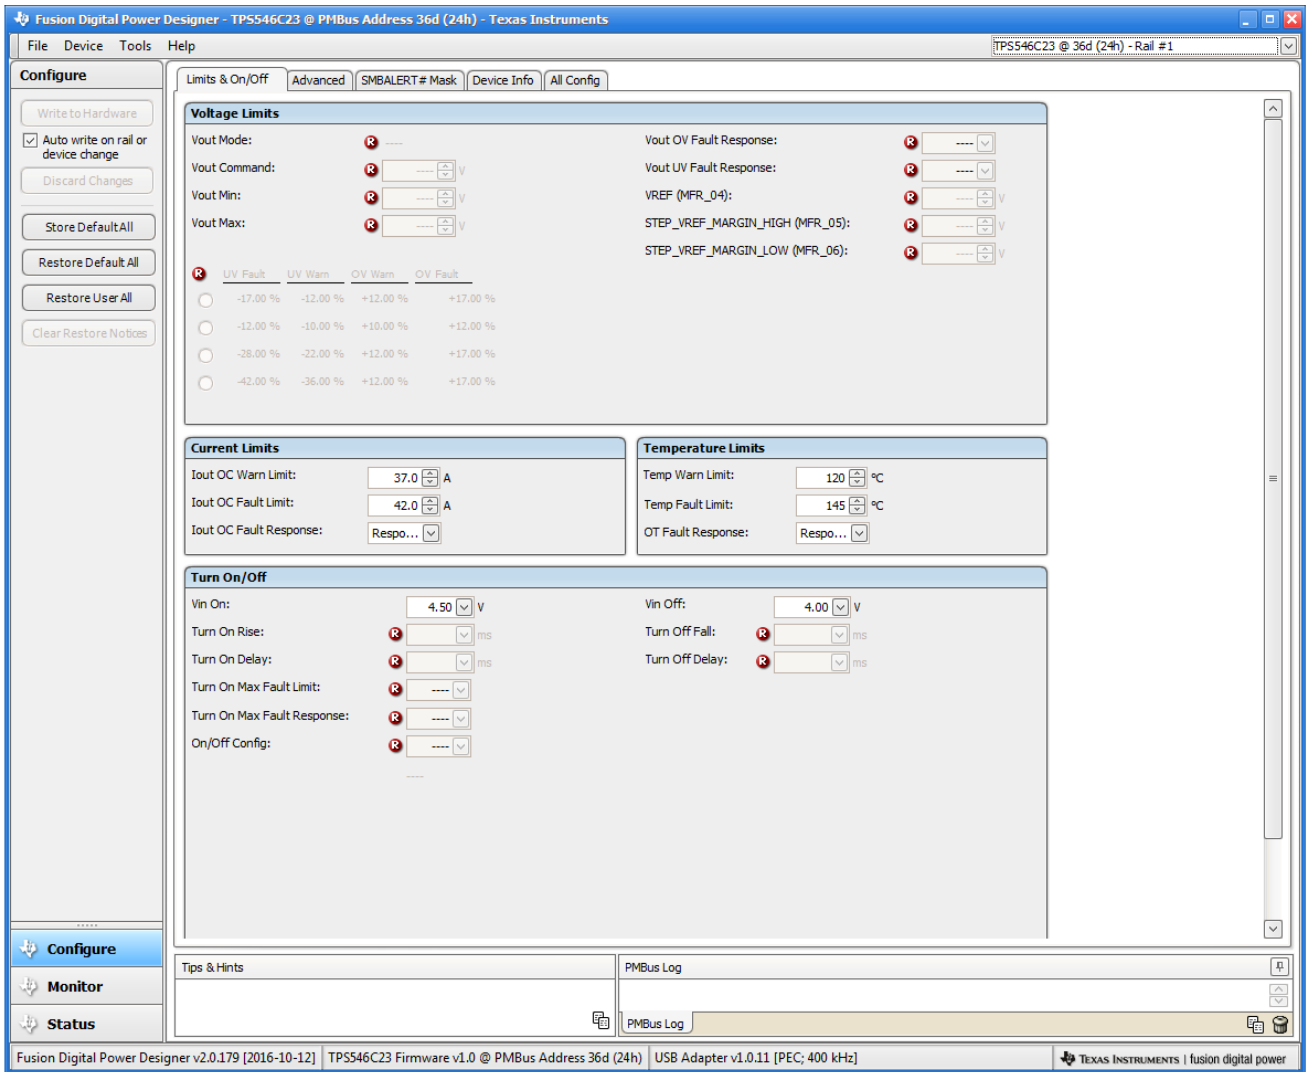

图 10-2. 配置 - 的限制和开关
- 使用 **Limits & On/Off** 选项卡 (图 10-2) 配置以下各项：